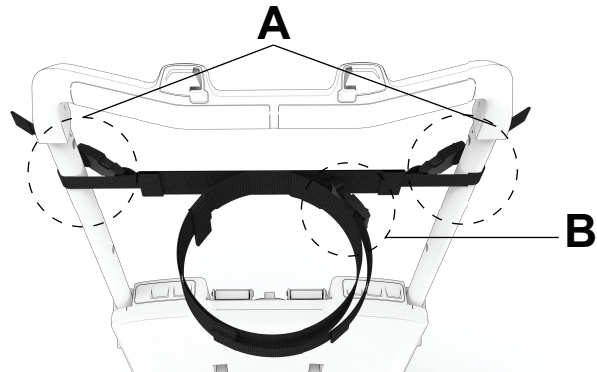

Abbildung 30 – Die seitlichen Gurtschlösser verbinden.
1. Die Gurte um den Haltebügel wickeln und die seitlichen Gurtschlösser (A) verbinden (Abbildung 30).
- Die Gurte um den Kopf des Patienten wickeln und das seitliche Gurtschloss (B) verbinden (Abbildung 30).